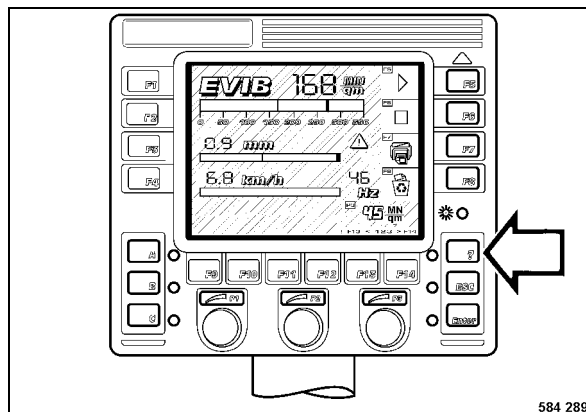

Fig. 112
- Pulsar la tecla con "?" (menú) (Fig. 112).